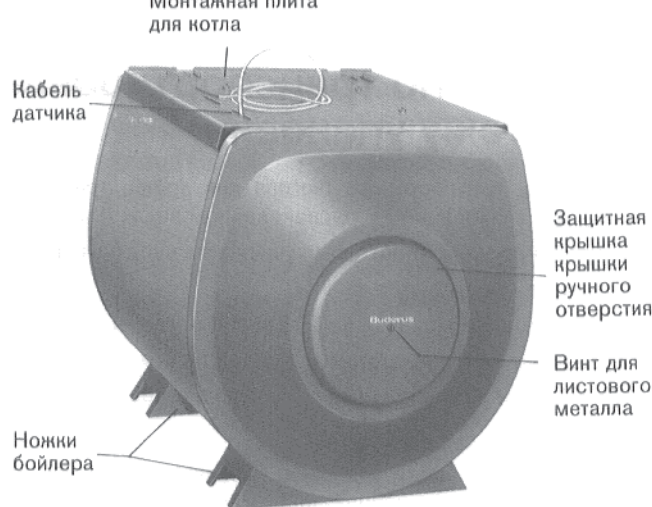

Рис. 6
1. Вывинтить винт для листового металла из защитной крышки – крышки ручного отверстия и снять защитную крышку, и теплоизоляционную шайбу (рис. 6).